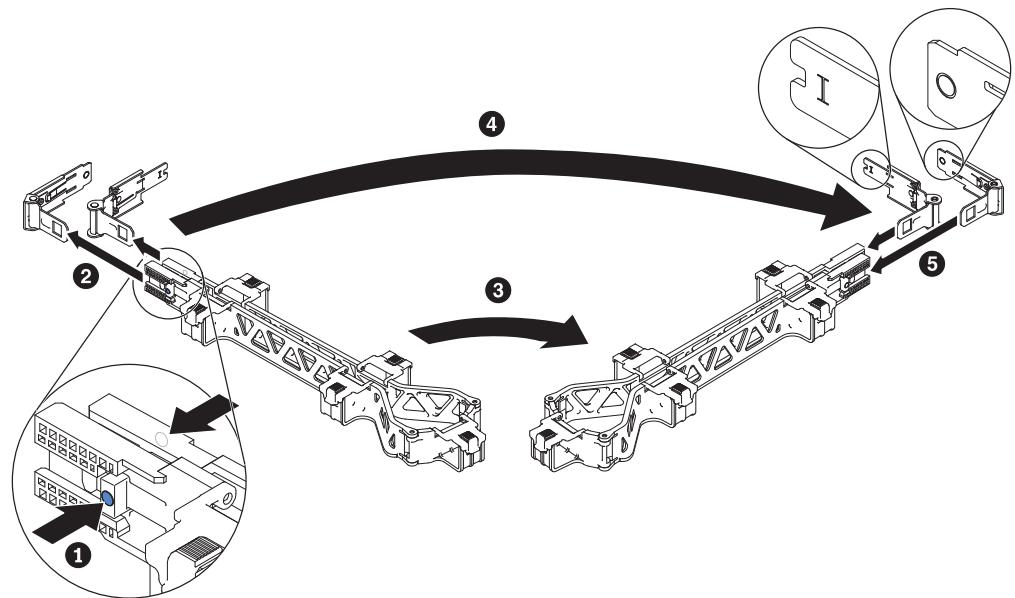

図 40. ケーブル・マネジメント・アームの反対側への取り付け
10. オプション: 55 ページの図 40 に示すように、ケーブル・マネジメント・アーム・アセンブリーを取り付けることができます。